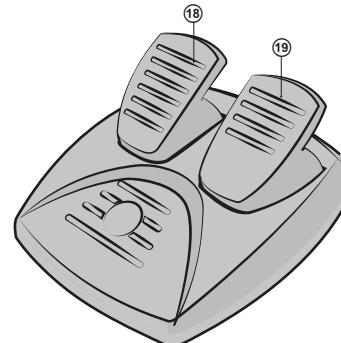

Рис. 3. Блок педалей
- Подключите к устройству блок педалей (см. рис. 3) с помощью встроенного в блок кабеля ⑯ к разъему RJ-11 ⑯, а потом подключите само устройство кабелем USB ⑯ к свободному порту USB компьютера.